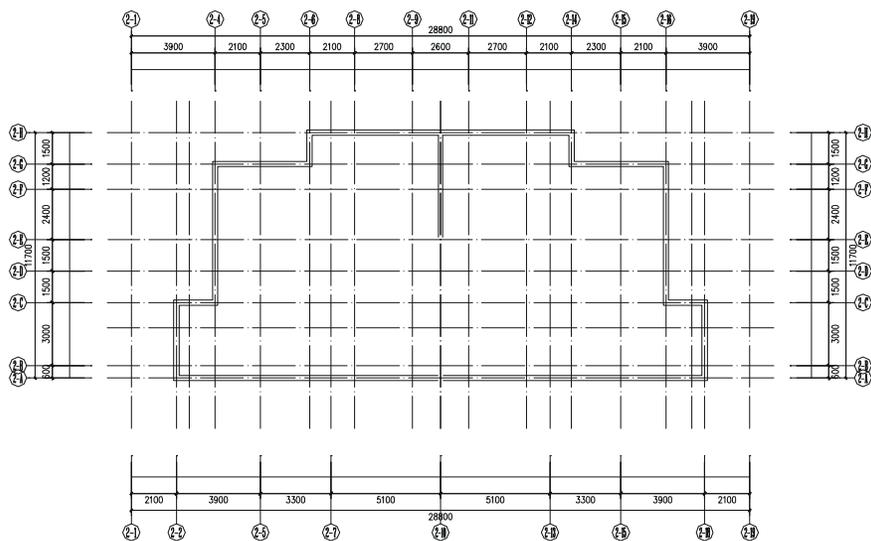

图 11-1-44
**STEP 01** 单击图层工具栏中轴线层左边的  按钮，打开“DOTE”层，使用复制命令 COPY 复制一份中轴线，并使用偏移命令 OFFSET 将 — 的轴线向下偏移 1200，再将标注进行相应的整理，如图 11-1-44 所示的轴线。
**STEP 02** 新建一个新层，命名为“BALCONY”，颜色为品红，线型为 Continuous，线宽为默认，并将其设为当前层，参照前面绘制墙线的方法，绘制如图 11-1-44 所示的屋顶栏杆线。